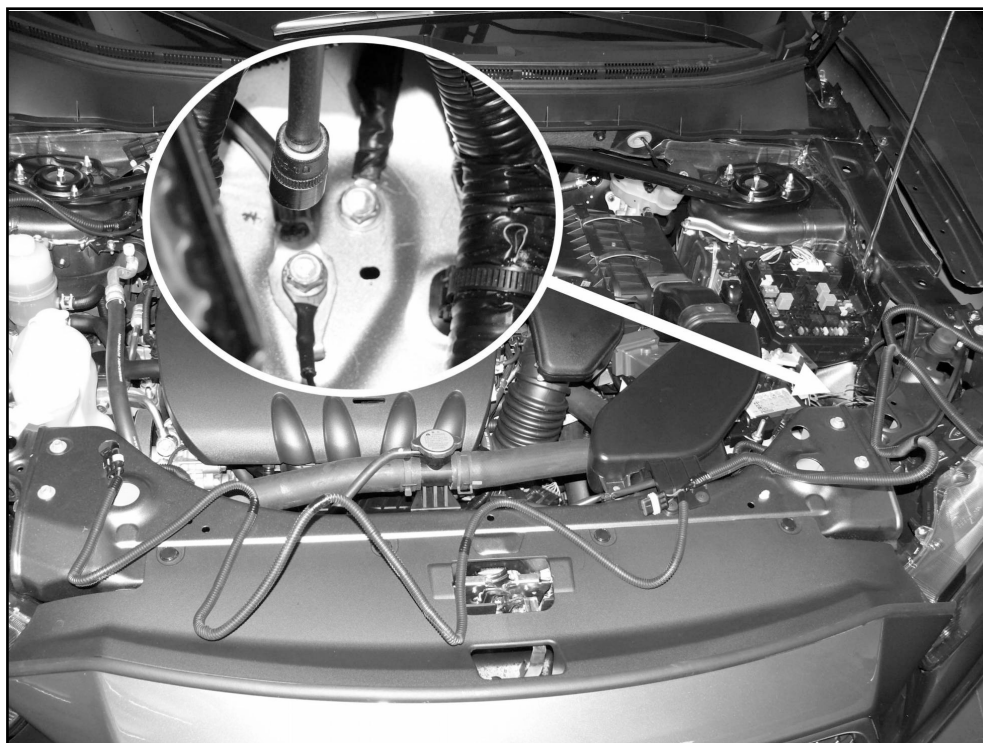

Bild7
Kabelbaum-Tagfahrlicht im Motorraum zugentlastet und scheuerfrei verlegen (Bild7/8) .
- **Schwarzes Kabel** mit Massesammelstecker seitlich unterhalb von linkem Hauptscheinwerfer verschrauben. (Bild 7)